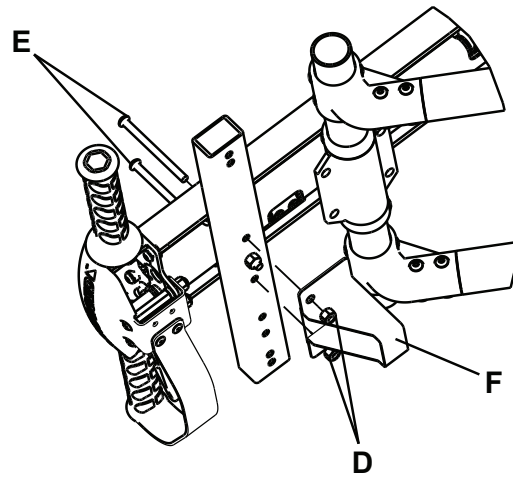

Figura 7 – Suporte guia
- a. Utilizando uma chave Allen M4 e uma chave M11, remova as duas porcas sextavadas Fiberlock (D) dos dois parafusos Allen (E) na extremidade do lado dos pés da maca (Figura 7). Guarde as porcas e os parafusos.
- b. Coloque o suporte guia fornecido (F) (610000010008) sobre os dois parafusos Allen (guardados no passo 3a) (Figura 7). Utilizando uma chave dinamométrica, fixe com as porcas sextavadas Fiberlock (D) (removidas no passo 5a).